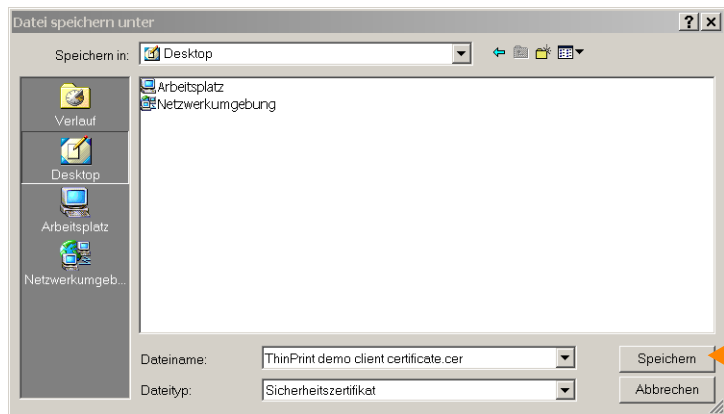
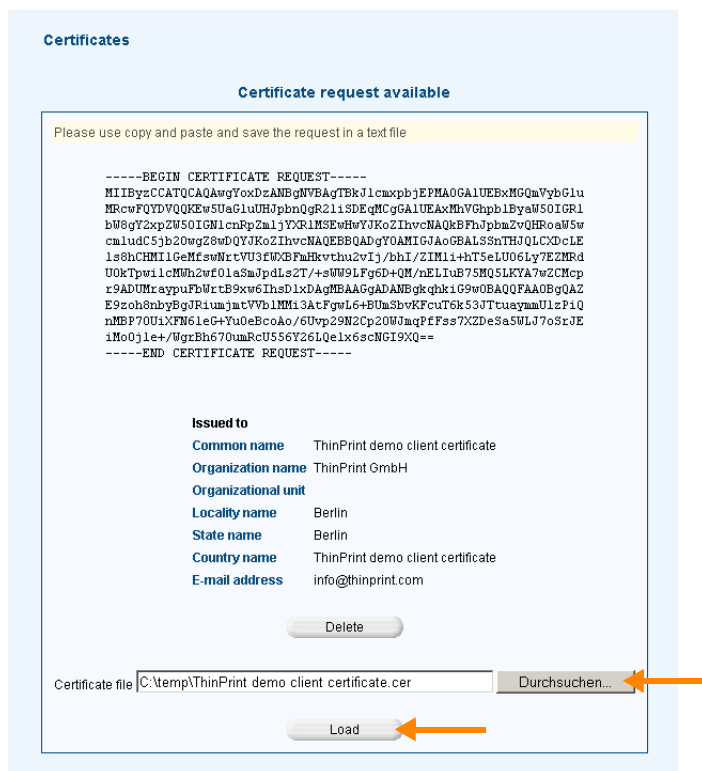

Bild 38 Zertifikat im .cer-Format speichern: Datei lokal speichern
Bild 39 Webseite des ISD300: Zertifikat importieren
- Es erscheint eine Sicherheitsabfrage, ob Sie der angezeigten Webseite vertrauen. Überprüfen Sie die Angaben und wählen SPEICHERN, um das Client-Zertifikat herunterzuladen. Wählen Sie einen Pfad, in dem Sie das Zertifikat im .cer-Format speichern möchten, zum Beispiel auf dem Desktop (Bild 38).
- Öffnen Sie jetzt wieder die Webseite des ISD200/300 und wählen unten bei Zertifikatsdatei (Bild 39) das .cer-Zertifikat aus, das Sie gerade gespeichert haben (Bild 38).
- Wenn Sie den Pfad zum Zertifikat eingegeben haben wie in Bild 39, klicken Sie auf den Button LOAD. Sie erhalten die Meldung, dass das Client-Zertifikat erfolgreich installiert wurde (Bild 40).